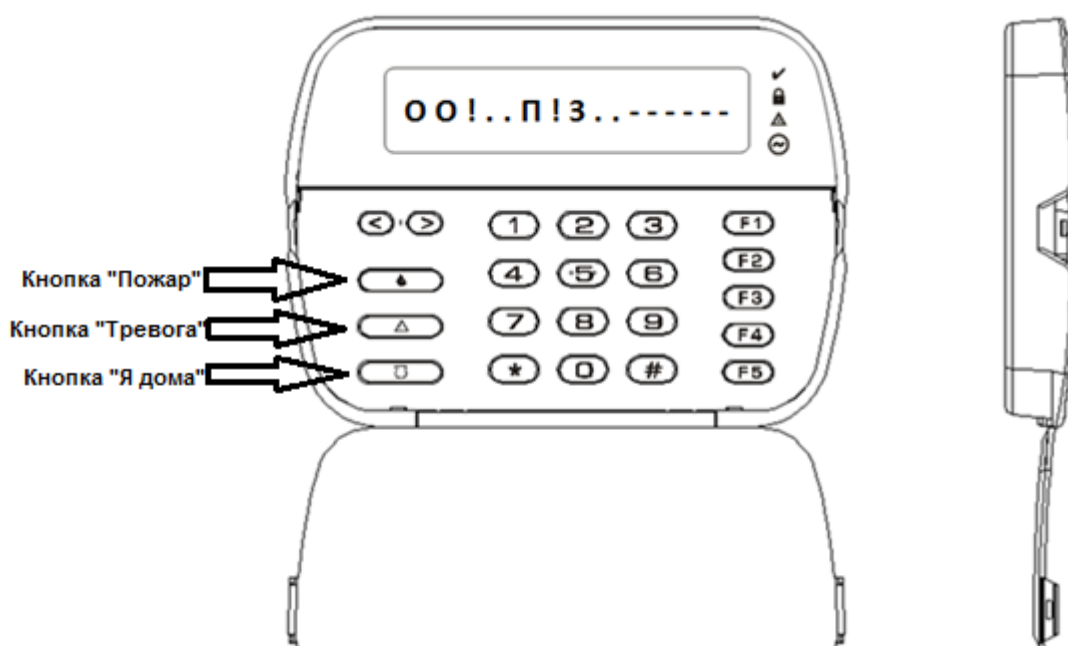

Рисунок 1. Устройство индикации и управления «Линд-11». Вид спереди и слева с открытой крышкой.
На панели клавиатуры также присутствуют кнопки (см. рис. 1):
В данном режиме, когда УИУ не закреплен за какой либо группой, на ЖК-экране в верхнем ряду отображается состояние всех 16 групп (1..16 слева направо, общий вид экрана представлен на рис.1):
**Внимание.** Для активации режима охраны «Остаюсь дома» необходимо нажать кнопку «Я дома» (она же «Щит», см. рис. 1) перед набором 4-х символьного пароля. В этом режиме не анализируются шлейфы типа «Проходной» и «Остаюсь дома».